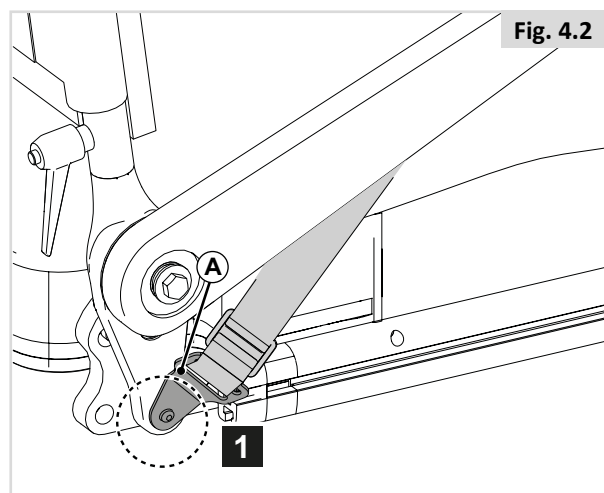

Fig. 4.2
1. Fastgør (A) til sæderammen med en skrue på hver side. (Fig. 4.2)